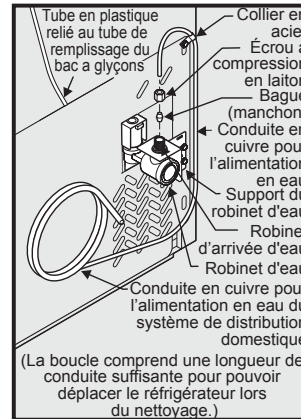
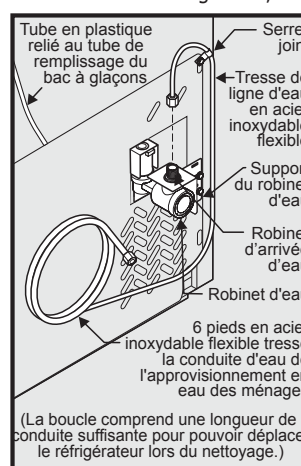

figure 1
figure 2
4. Si vous utilisez du tuyau en cuivre - Faites glisser l'écrou à compression en laiton, puis installez la bague (le raccord) sur la conduite d'alimentation en eau. Poussez la conduite dans le robinet d'arrivée d'eau, aussi loin que possible (6 mm ou 1/4 po). Faites glisser la bague (le raccord) dans le robinet et serrez à la main l'écrou à compression sur le robinet. Serrez d'un autre demi-tour à l'aide d'une clé; NE serrez PAS trop. **(Reportez-vous à la figure 1.)** Si on utilise des tubes tressés en acier inoxydable souple - L'écrou et la bague d'extrémité sont déjà assemblés sur le tube. Glissez l'écrou sur l'entrée du robinet et serrez à la main l'écrou sur le robinet. Serrez d'un autre demi-tour avec une clé; NE PAS serrer trop fort. **(Reportez-vous à la figure 2.)**